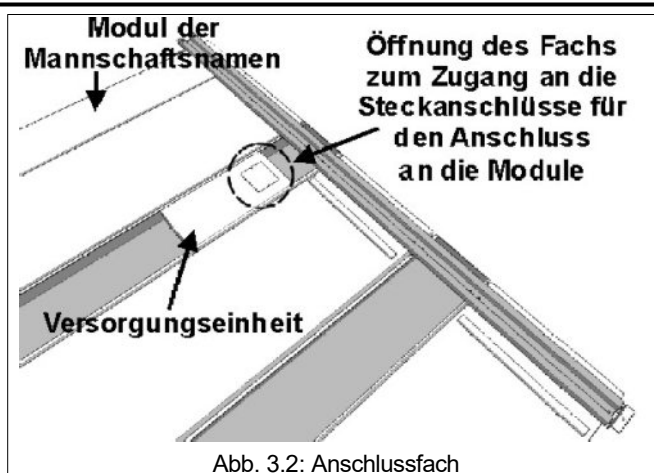
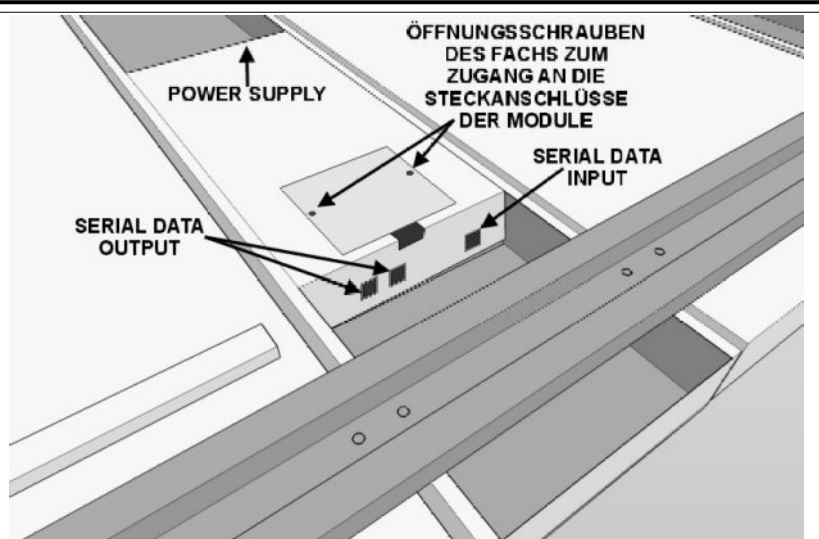

Abb. 3.2: Anschlussfach
Abb. 3.5: Anschluss des Versorgungskabels und der seriellen Kabel
1. Das Modul feststellen, an dem sich die Versorgungseinheit befindet (siehe Abb.3.2); mit einem Kreuzschraubenzieher das Anschlussfach an der Versorgungseinheit öffnen (Abb.3.5).
An der Versorgungseinheit (siehe Abb.3.5) befinden sich die folgenden Steckverbindungen: